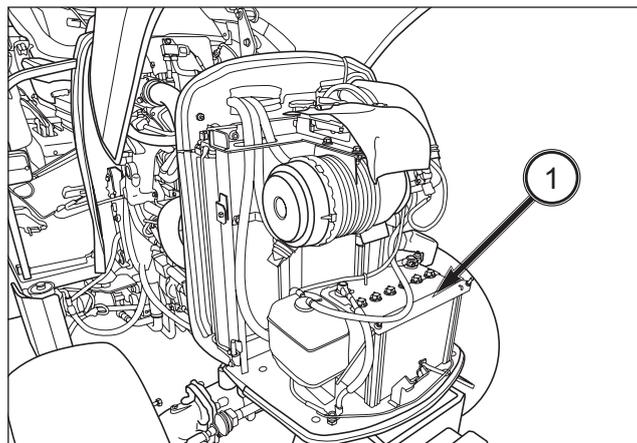

FIG. 174
FIG. 174: La batería (1) se encuentra bajo el capó del motor, delante del radiador. Si la batería solo requiere un pequeño mantenimiento o carga, se recomienda retirar los paneles laterales del capó para acceder a la batería.